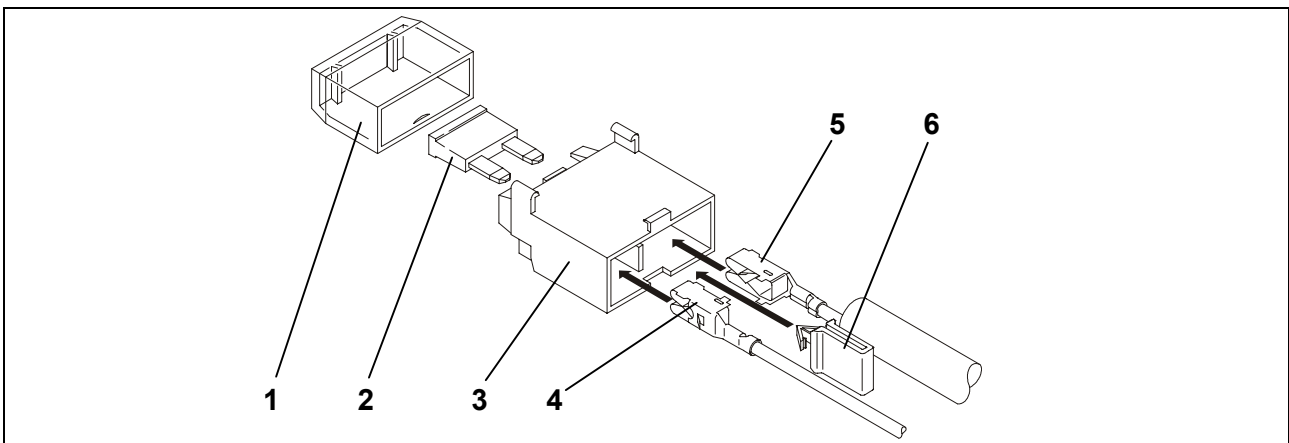

Abb. 2: Zusammenbau Sicherungshalter
15. Die rote und rot/schwarze Leitung (Abb. 2/4-5) vom 18-poligen Stecker zum Sicherungshalter (Abb. 2/3) verlegen.
16. Die Flachsteckhülse dieser und der beiliegenden roten Einzelleitung in den Sicherungshalter (Abb. 2/3) einrasten und den gelben Clip (Abb. 2/6) einsetzen.
17. Die rote Einzelleitung am Pluspol der Batterie anschrauben oder am Sicherungskasten des Fahrzeugs anbringen. Sicherung (Abb. 2/2) einsetzen und Abdeckung (Abb. 2/1) aufstecken.